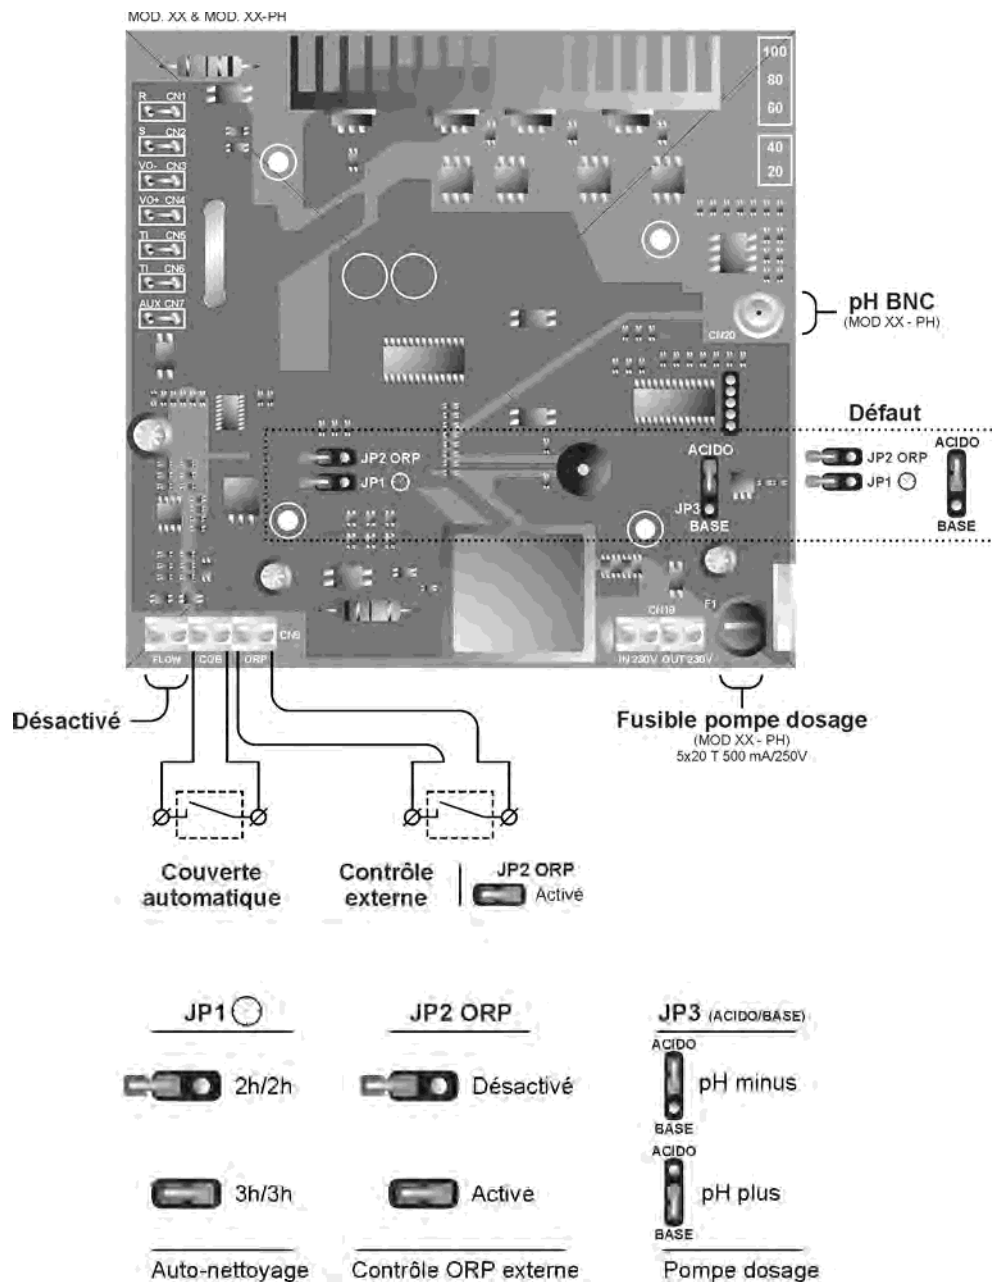

Fig. 16
- **Système d'AUTONETTOYAGE DES ÉLECTRODES** : les leds [5] indiquent l'état de polarisation des électrodes (directe/inverse). La fréquence d'inversion peut être sélectionnée au moyen du jumper « **JP1** » situé dans la carte de contrôle du système (Fig. 16). Cette configuration sera effective quand l'on déconnecte et reconnecte la source d'alimentation.